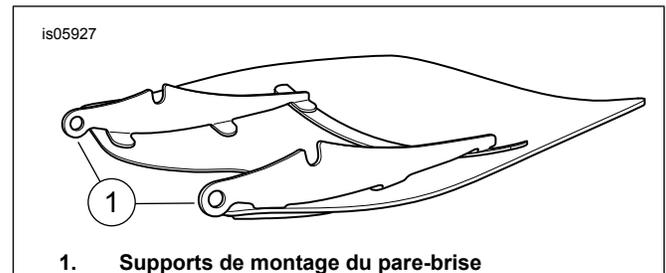

Figure 1. Supports de montage du pare-brise
1. Consultez Figure 1. Retirer le sous-ensemble du pare-brise de l'emballage et le placer à l'envers sur une surface propre et douce avec les supports de montage orientés vers le haut.